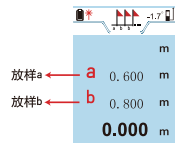

图9
1) 进入放样：长按 [F4/F5] 键，如图9所示；
- ① 进入放样后，图9中的放样a的图标闪烁，通过 [+/-] 键调整a的大小（长按 [+/-] 键可增加调整幅度）。调整完成后短按 [READ] 键，放样a值被设定；
- ② a设定后，图9中放样b的图标闪烁，通过 [+/-] 键调整b的大小（长按 [+/-] 键可增加调整幅度），调整完成后短按 [READ] 键，放样b值被设定，测距仪开始放样。